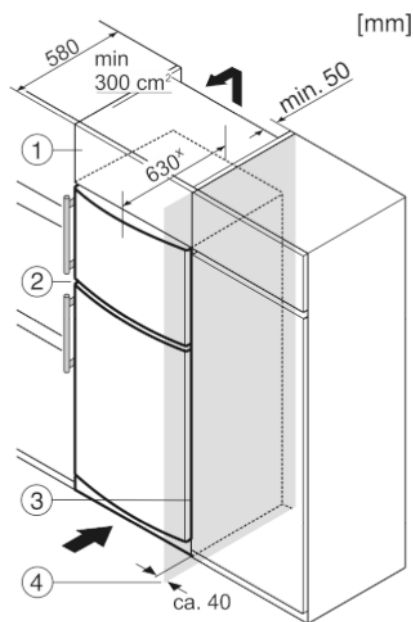

Fig. 7
- (1) Nástavná skříňka
- (2) Přístroj
- (3) Kuchyňská skříň
- (4) Stěna
Spotřebič lze zabudovat do kuchyňských skříní. K vyrovnání spotřebiče *Fig. 7 (2)* na výšku kuchyňské linky lze na přístroj nasadit nástavec *Fig. 7 (1)*.
Při montáži do kuchyňských skříní (hloubka max. 580 mm) lze přístroj instalovat hned vedle kuchyňské skříně *Fig. 7 (3)*. Přístroj přesahuje přední stěnu kuchyňské skříně na stranách o 34 mm* a uprostřed o 50 mm*.
Když se přístroj instaluje závěsy vedle stěny *Fig. 7 (4)*, musí být vzdálenost přístroje od stěny alespoň 40 mm. To odpovídá přesahu madla při otevřených dveřích.